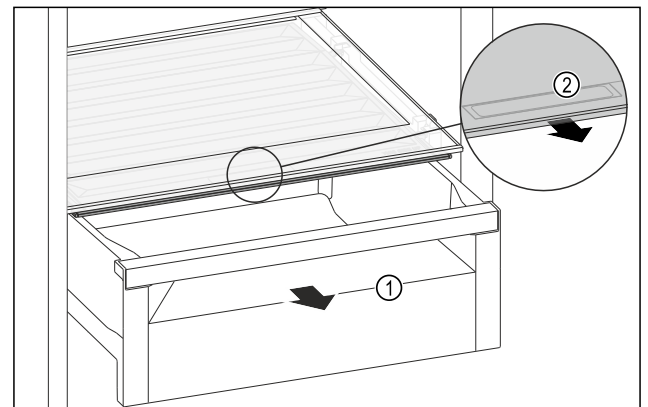

Fig. 139
- ▶ Извлеките выдвижной ящик Fig. 139 (1).
- ▶ Возьмитесь за уплотненную ручку Fig. 139 (2) на крышке отделения и одновременно потяните крышку отделения вперед.